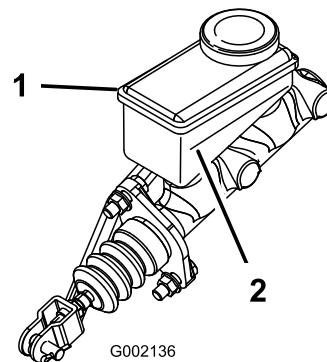

Figura 52
5. Mire el nivel de aceite en el lateral del depósito (Figura 52).
- B. Añada líquido de frenos DOT 3 al depósito hasta que el nivel esté por encima de la línea Mínimo (Figura 52).